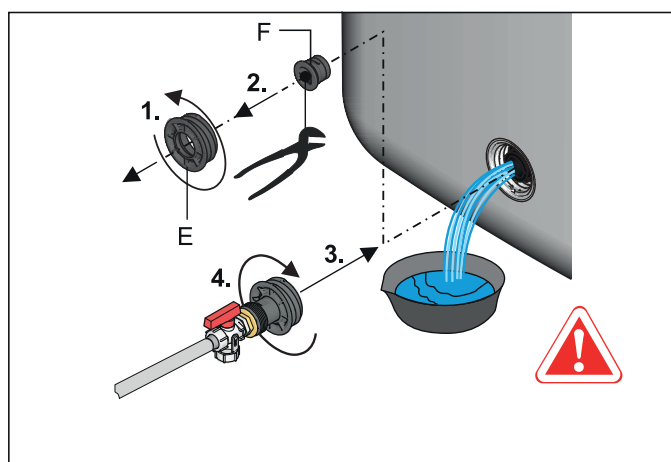

Fig. 5-4 Visser le raccordement de remplissage KFE dans le raccord de remplissage et de vidange
- 5 Sur le raccord de remplissage et de vidange, dévisser la pièce filetée (fig. 5-4, pos. E) et retirer le bouchon de fermeture (fig. 5-4, pos. F) puis **revisser immédiatement l'embout fileté prémonté avec le raccordement de remplissage KFE** dans le raccord de remplissage et de vidange (fig. 5-4).